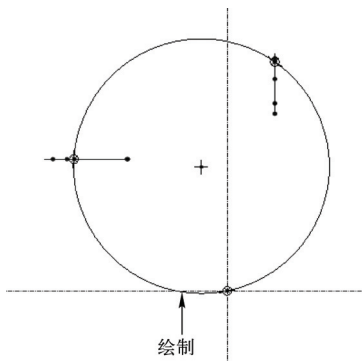

图 9-39 绘制草绘截面
STEP 05 单击“截面”按钮，进入草绘环境，单击“草绘”选项卡中的相应按钮，绘制草绘截面，如图9-39所示。